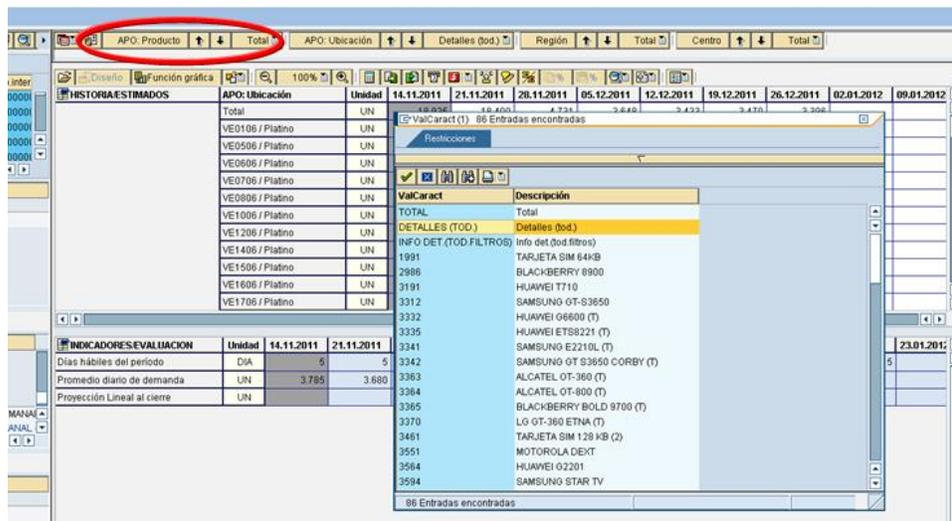

Figura 32: “Sistema SAP”
i) Luego se hace clic sobre el APO Producto y se marca la opción de Detalles (tod.). Ver Figura 32